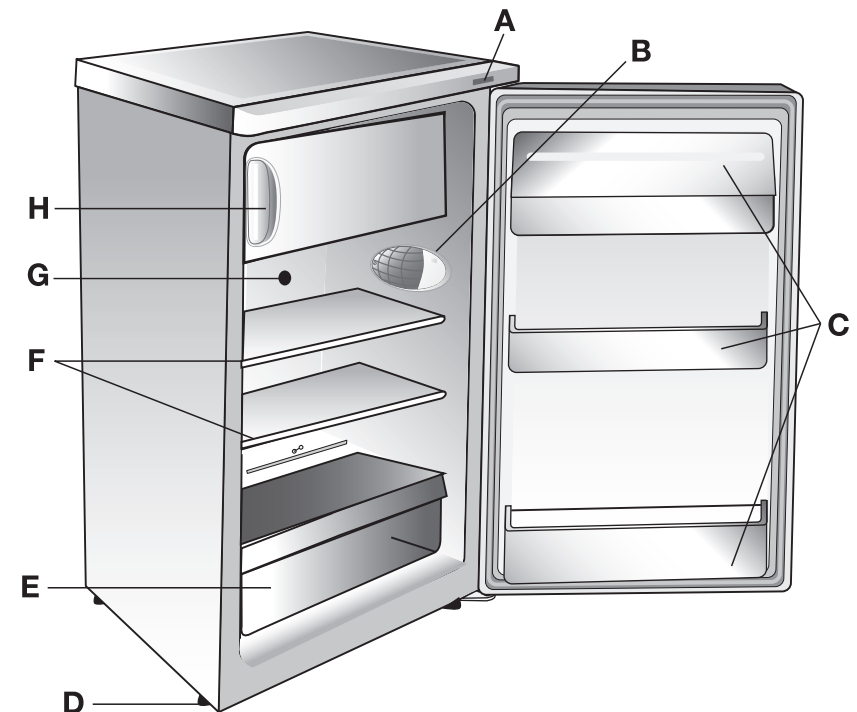

fig. 1
- Stel het apparaat waterpas met de stelpoten (fig. 1:D). Dit is zeer belangrijk, daar anders de deur na enige tijd niet meer goed sluit.
- Zorg dat tijdens het reinigen van de binnenkant, geen water in de afvoergoot (fig. 1:G) terecht komt.
Dooiwaterafvoer (fig. 1:G)
Controleer regelmatig of de afvoergoot (fig. 1:G) niet is verstopt. Gebruik de ontstopper om het afloopgat vrij te maken.
Binnenverlichting (fig. 1:B)